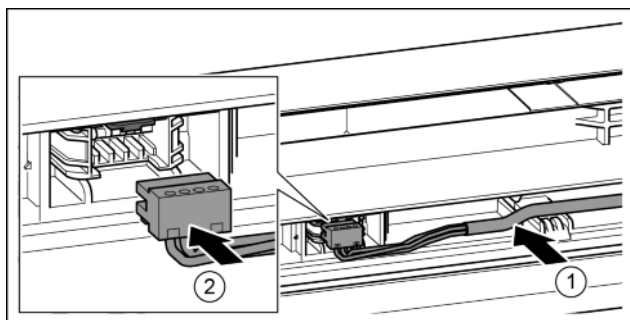

Fig. 39
- ▶ Graues Kabel in die Führung in der oberen Tür einlegen. Fig. 39 (1)
- ▶ Stecker einrasten. Fig. 39 (2)